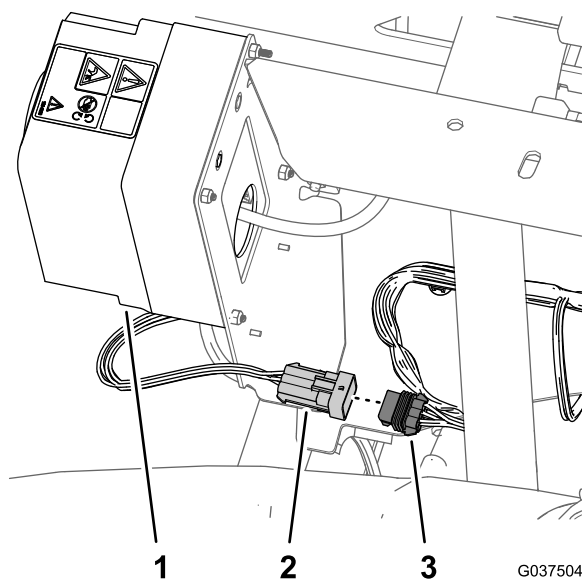

图5
1. 在打药车药缸的背面找到喷枪套件或电动软管卷套件的线束 图5。
2. 将喷枪套件或电动软管卷线束的 6 针接头与后线束的 6 插槽断开 图5。